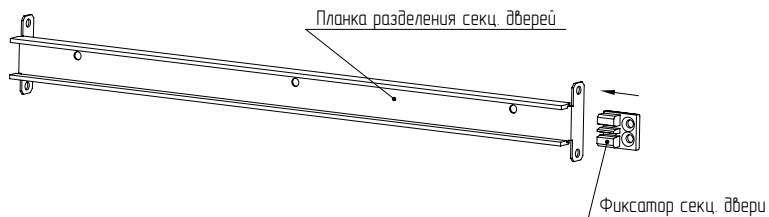

Рисунок 109
4.36.3 Установить фиксатор секционной двери в планку разделения секционных дверей (рисунок 109).